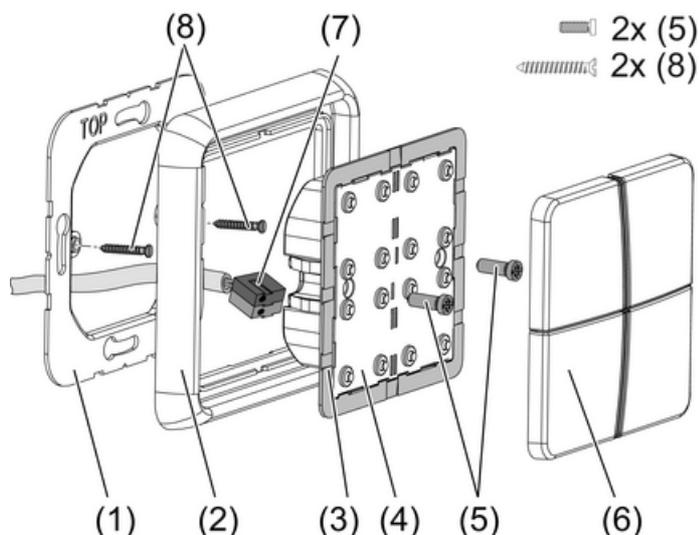

Figura 1: Montaggio del modulo del sensore di rilevamento
- Fissare la cornice di adattamento (3) nella corretta posizione, facendola scattare dal davanti sul modulo del sensore (4) (figura 1). Osservare l'indicazione **TOP** = sopra.